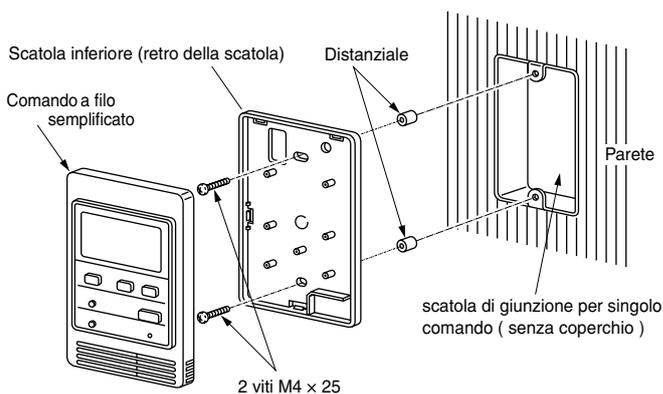

Fig. 3-51
- Usare una scatola di giunzione elettrica (fornita localmente) (Fig. 3-51) per il montaggio a filo muro del comando semplificato.